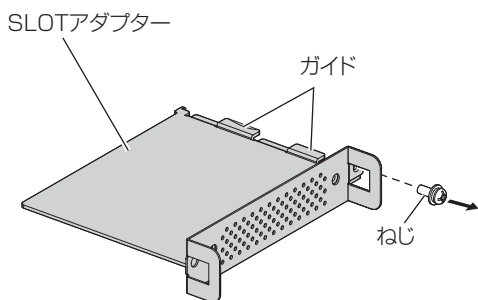

図 1
1) SLOT アダプターからねじ (1 本) を取り外す (図 1)